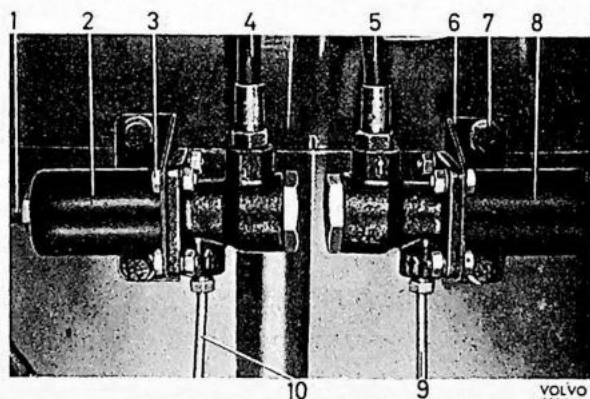

Fig. 5-47. De gemonteerde remkrachtverdelers
Maak de aansluiting van de remleiding los en stop deze af. (10, Fig. 5-47). Draai de remslang (4) bij de remkrachtverdeler 1/4 slag los. Verwijder de bevestigingsbouten en draai de remkrachtverdeler van de remslang af, zie Fig. 4-48.